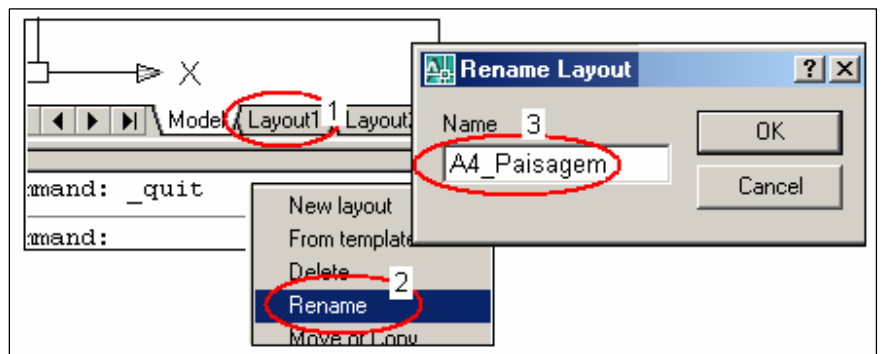

Figura 11.1: Dando nome ao Layout.
Inicialmente clique em Layout (1) com o botão direito do mouse e em seguida em *Rename* (2). Na janela digite o nome do Layout “A4_Paisagem” (3) e de Ok. A figura 11.1, mostra os passos para nomear um novo *Layout*.